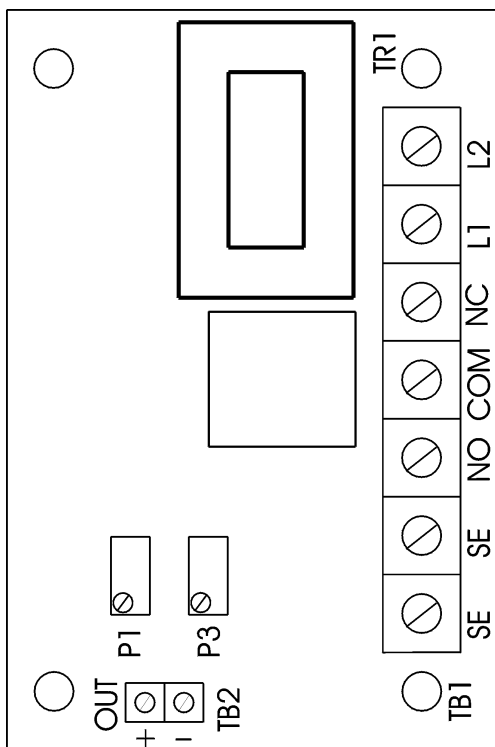

Figura 10
3. Localice la tarjeta de circuitos de la alarma de alta humedad. (refiérase a la figura 10)
12. Con un desatornillador pequeño, ajuste P1 en la tarjeta electrónica de alta humedad (Figura 10) enrosque y desenrosque. Encuentre los puntos de ajuste cuando los contactos se abran y se cierren. Deje el ajuste cuando los contactos apenas se cierren.